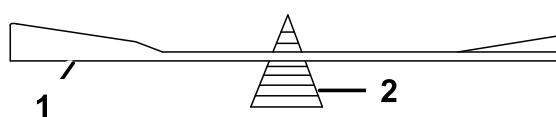

Figura 62
2. Verifique el equilibrio de la cuchilla colocándola sobre un equilibrador de cuchillas (Figura 62).